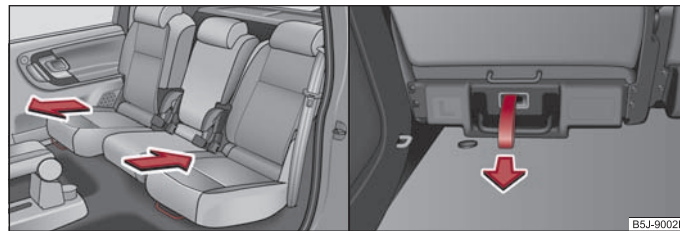

Abb. 50 Entriegelung vorn / hinten
- Ziehen Sie den Hebel ⇒ Abb. 50 links nach oben oder an der Entriegelungsschlaufe ⇒ Abb. 50 rechts und verschieben Sie den Sitz in die gewünschte Position. ▶